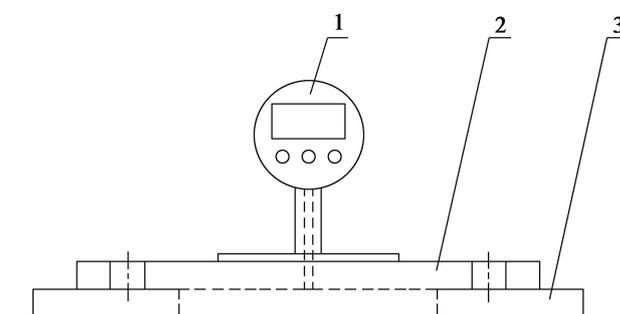

图2 安装示意图
a)完成5.3.2测试后,关闭混凝土渗透仪上6个试模中任意5个试模的控制阀,然后在未关闭控制阀的试模底座上安装数字压力计安装夹具,并连接数字压力计,安装示意图如图2所示;